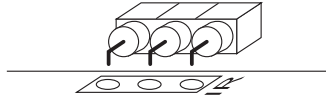

Abbildung 3.6: Einbau des IR-Detektors. Biegen Sie die Pins mit einer Zange um 90 Grad um.
- Fassung für den IR-Detektor an der Position »IR-Detektor« (siehe Abbildung 1.1). Biegen Sie die Pins eines 3er Sockels mit einer Zange um, und bauen Sie den Sockel wie in Abbildung 3.6 gezeigt ein.